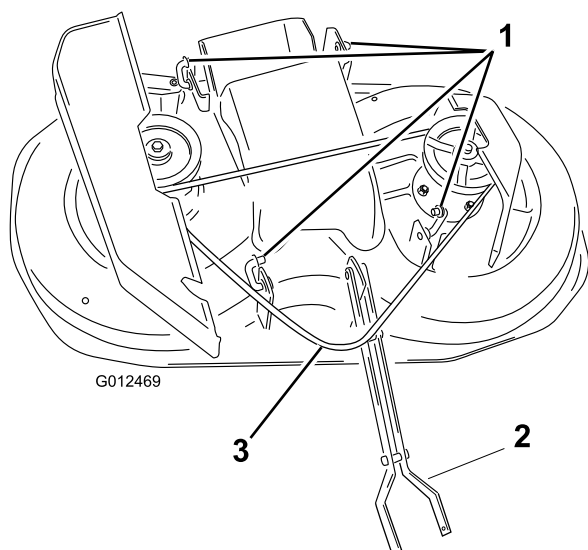

Figure 42
- Enlevez la courroie de la poulie d'embrayage (Figure 42).
- Retirez les goupilles des 4 fixations arrière puis déposez les fixations du tracteur (Figure 42).
Remarque: Vous pouvez laisser les fixations sur le plateau de coupe, comme illustré à la (Figure 42).